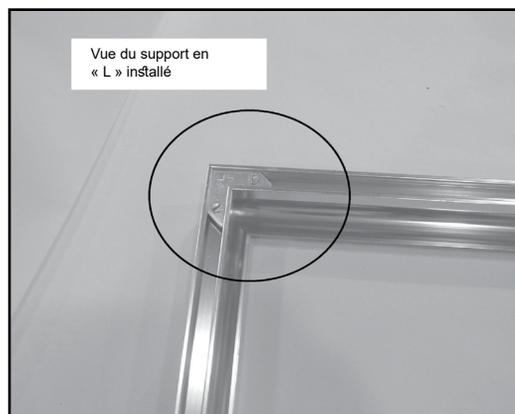

Figure 21.4
4. Assemblez les garnitures au moyen des pattes de fixation en « L » fournies (**Figure 21.4**).